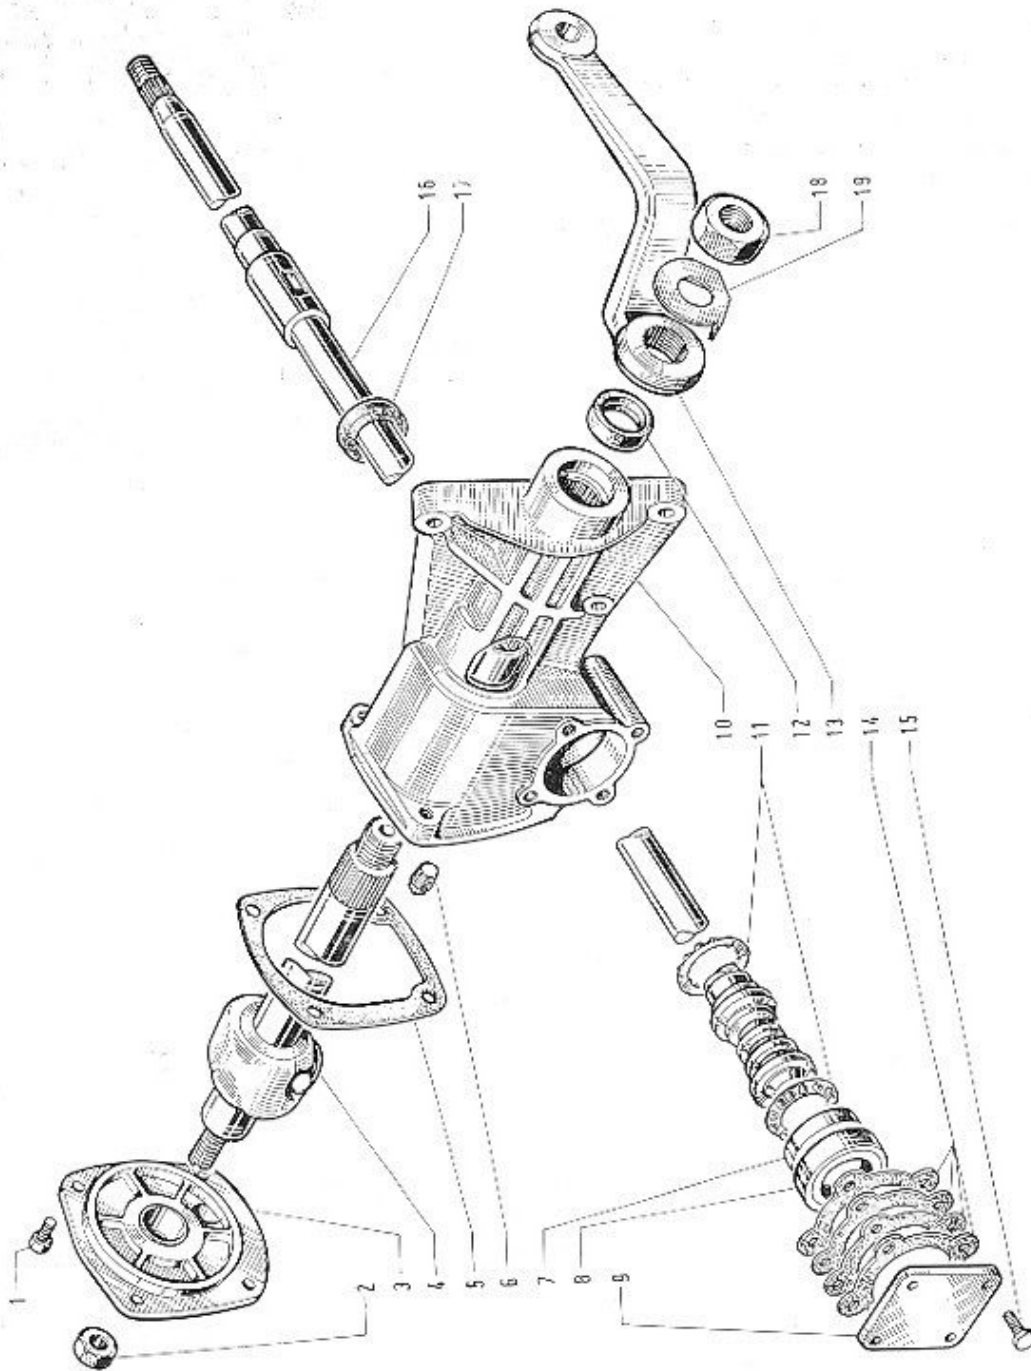

Abb. 98 - Das in Einzelteile zerlegte Lenkgehäuse.
Der Lenkstockhebel (13, Abb. 98) braucht nicht von der Lenkrollenwelle (4) abgenommen zu werden.
a) Der Aufspannbock wird mit dem Lenkgehäuse so gedreht, dass die Lenkwelle (16) und die darüber befindliche Lenkrollenwelle (4) waagrecht angeordnet sind.
Das Öl wird abgelassen; zu diesem Zweck wird die Ölablassschraube gelöst (6, Abb. 98).
Dazu müssen neue Dichtungen (12) und (17, Abb. 98) verwendet werden.
Die mit Dichtungsmasse eingestrichene Dichtung (5, Abb. 98) wird auf den Deckel (3) gesetzt.